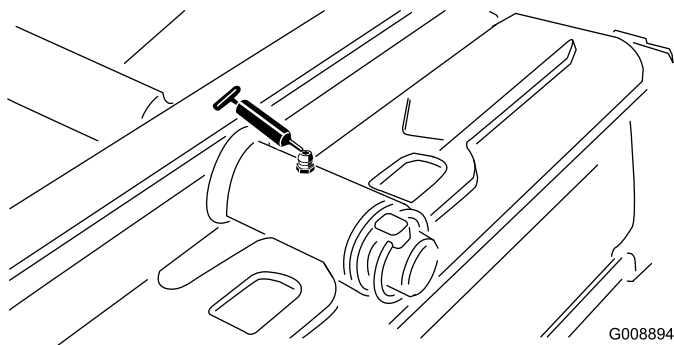

Figura 44
- Articulação da unidade de corte traseira (Figura 44)